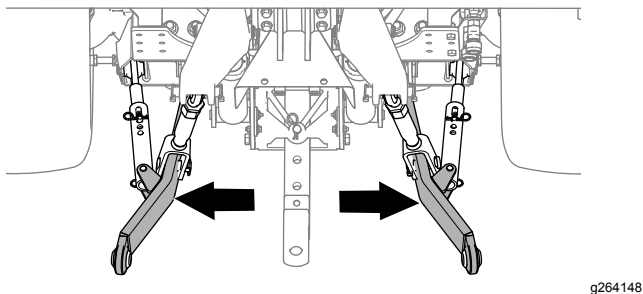

Figure 20
- Écartez complètement les bras de stabilisateur (Figure 20) ; reportez-vous au *Manuel de l'utilisateur* de votre véhicule tracteur.